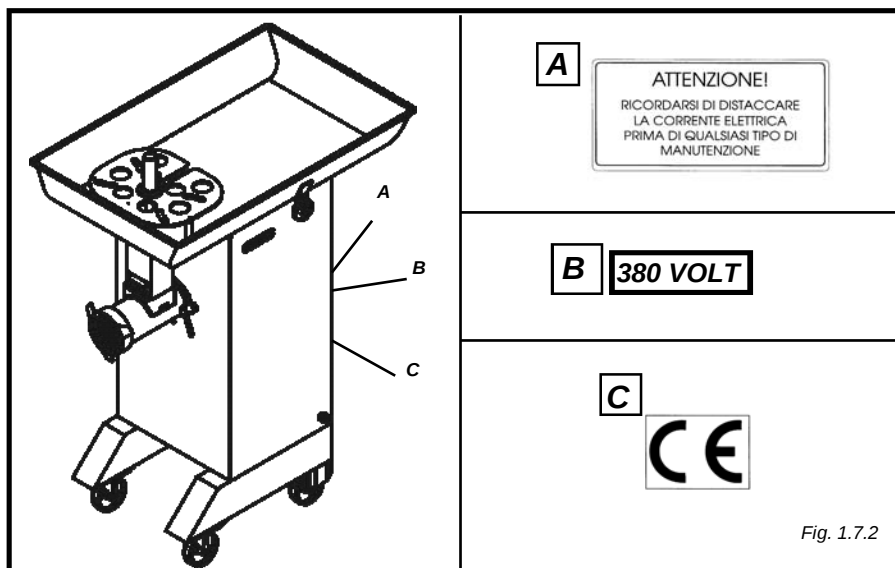

Fig. 1.7.2
1.7.1 - Placas de advertencias y de peligro (fig. 1.7.2)